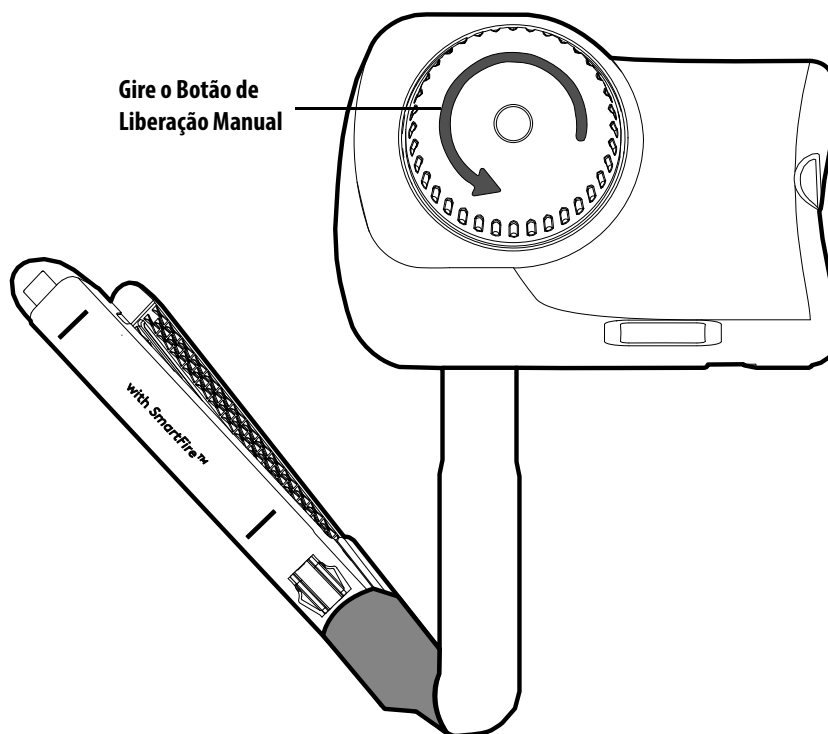

Figura 3.10 Gire o Botão de Liberação Manual
2. Na parte traseira do grampeador, gire o Botão de Liberação Manual no sentido anti-horário (na direção mostrada no botão pela seta) até que as mandíbulas estejam abertas e todo o tecido nas mandíbulas possa ser removido (Figura 3.10). O número de voltas necessárias para abrir as mandíbulas dependerá do nível do disparo do grampeador antes do uso do Botão de Liberação Manual. Se o progresso mostrar que o ciclo de disparo está quase concluído quando for necessário usar o botão, poderão ser necessárias **até 40 rotações completas de 360 graus** do Botão de Liberação Manual. Observe que é normal ouvir cliques porque isso evita que o botão seja girado no sentido errado.